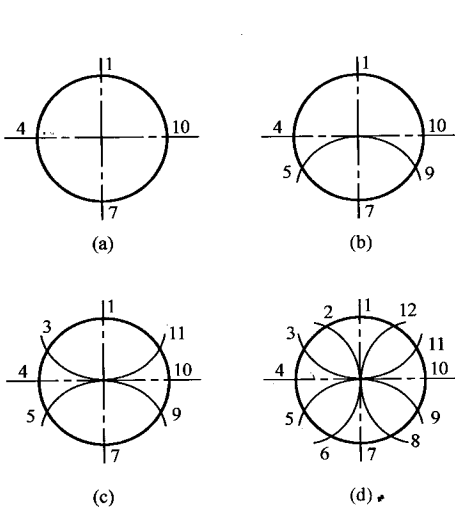

图 1-21 圆的三、六、十二等分
(1) 过圆心作直径 1-7 与 4-10 互相垂直, 如图 1-21(a) 所示。
(2) 以 7 点为圆心, 以半径  $R$  画弧交圆周于 5、9 两点, 则点 1、5、9 分圆周为三等分点, 如图 1-21(b) 所示。
(3) 以 1 点为圆心, 以  $R$  为半径画弧交圆周于 3、11 两点, 则点 1、3、5、7、9、11 分圆周为六等分点, 如图 1-21(c) 所示。
(4) 以 4、10 两点为圆心, 以  $R$  为半径画圆弧交圆周于 2、6、8、12 点, 则点 1、2、3、4、5、6、7、8、9、10、11、12 为圆周十二等分点, 如图 1-21(d) 所示。